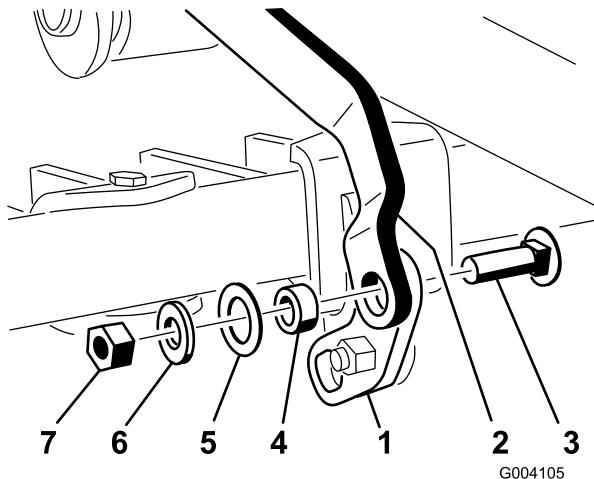

Рисунок 16
5. Отведя отогнутое колено узла педали подъема вверх, закрепите квадратное отверстие шарнирной планки на конце звена навесного бруса, используя каретный болт (3/8 x 1-1/4 дюйма), проставку, шайбу (1 дюйм), шайбу (13/16 дюйма) и контргайку (3/8 дюйма), как показано на Рисунок 16.
6. Пропустите эксцентриковый болт через нижнее отверстие шарнирной планки и шарнирный кронштейн и закрепите с помощью контргайки (5/16 дюйма) (рис. 16).